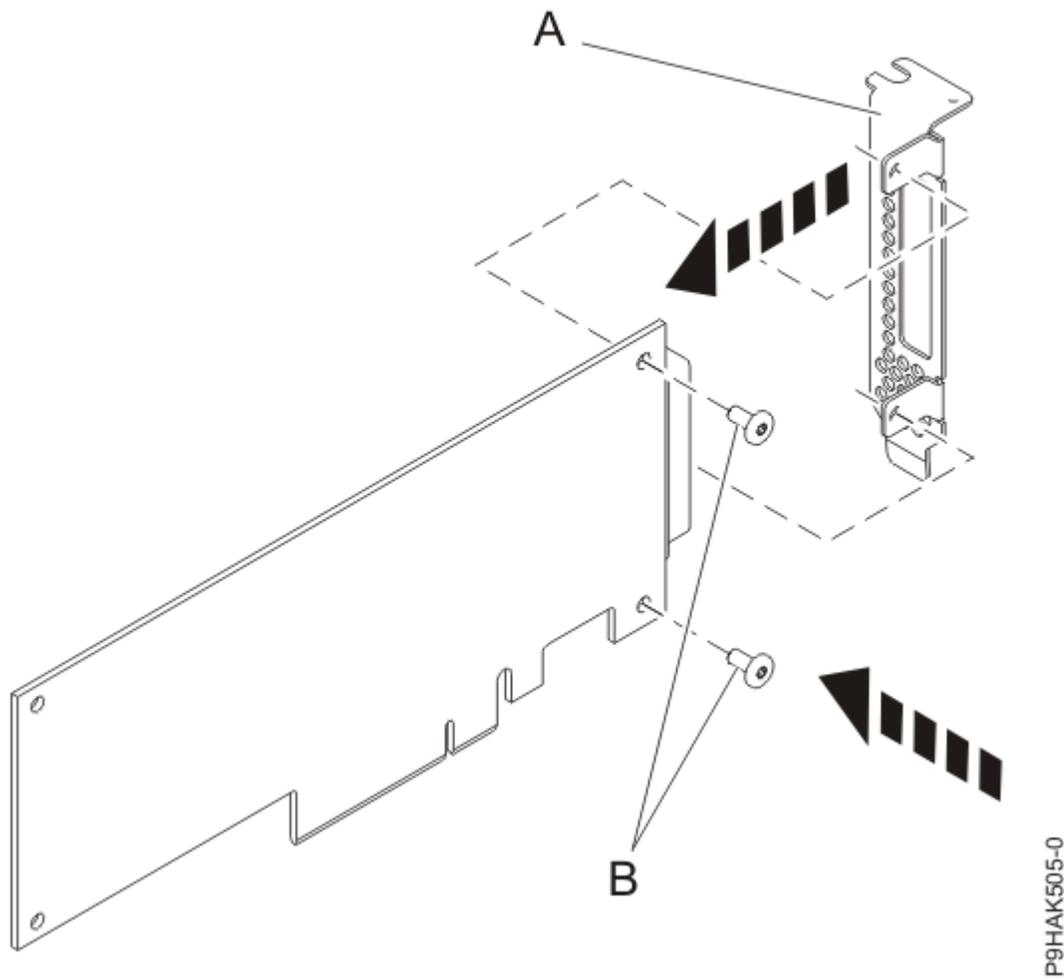

Abbildung 21. Den kurzen Adapterkassettenhalter am Adapter befestigen
14. Befestigen Sie mit einem Kreuzschlitz-Schraubendreher und den beiden Sicherungsschrauben (B) den Haltesteg (A) vom fehlerhaften Adapter am neuen Adapter, wie in Abbildung 21 auf Seite 29 dargestellt.